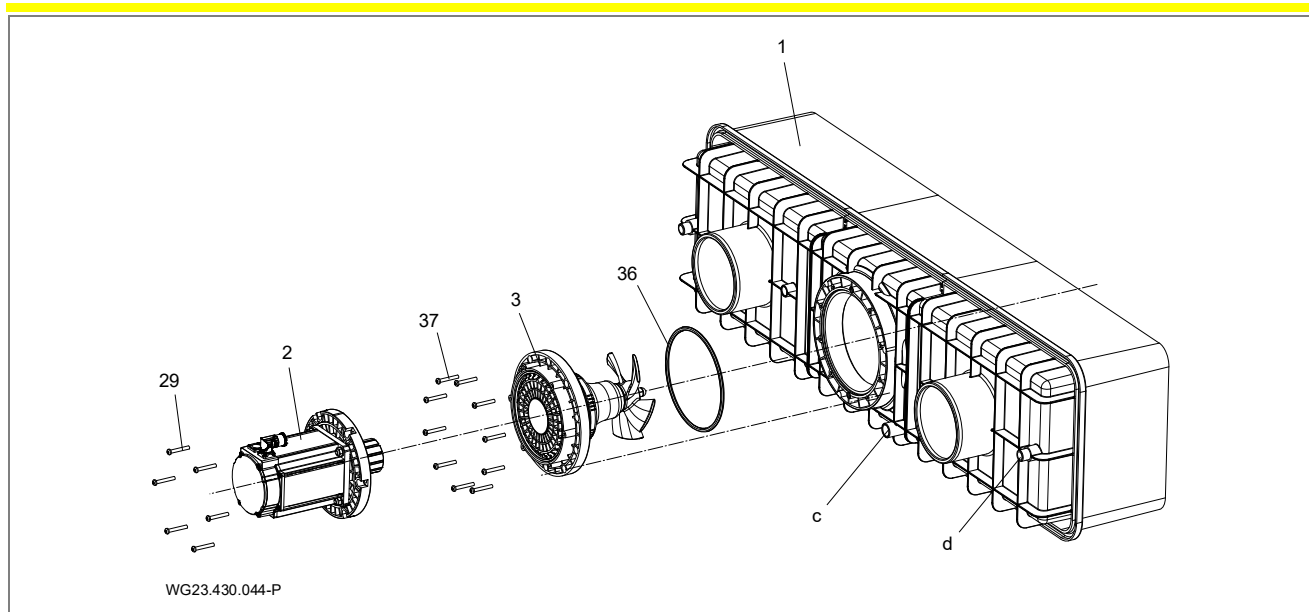

Fig. 16
1. Engrase el empalme (d, ver "Fig. 16", página 22) en la carcasa de plástico (1) y el conector hembra de conexión de la manguera protectora para cables (12) con limpiador PVC-U/ABS.